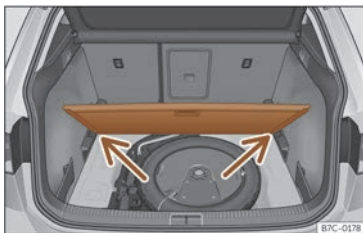

Fig. 166 Suelo variable del maletero: posición inclinada.
- Apoye el piso sobre los alojamientos previstos para tal uso >>> **fig. 166** (flechas).